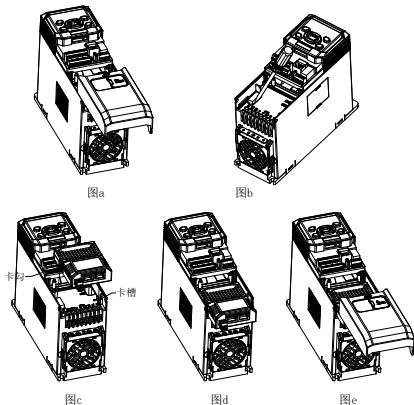

图 6 Modbus TCP 通讯选件安装步骤图
(1) 变频器非上电状态下，按压下盖板中上部颗粒状处，用力向下滑动，取下变频器下盖板，如图 6-a 所示。
(2) 使用一字螺丝刀撬掉防尘盖，如图 6-b 所示。
(3) 安装 Modbus TCP 选件：将内装有总线卡的扩展盒朝上（指示灯朝上），对准安装位置 2 总线电气接口，水平往下按压，使得扩展盒弹压式卡口和变频器下端卡勾咬合，如图 6-c 与图 6-d 所示。
(4) 完成总线选件组装，如图 6-e 所示。